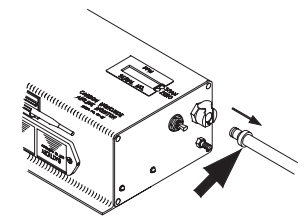

Figura 4
4. Retire el tubo de entrada de la muestra de aire (figura 4).